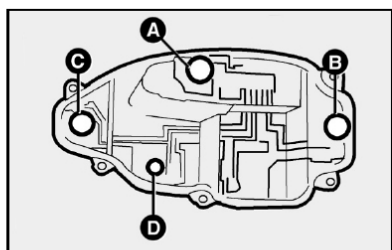

fig. 25
4) remover as lâmpadas empurrando-as levemente e girando-as no sentido horário **fig. 25**.
De 12V-21W para as luzes dos freios **C-fig. 25**.
De 12V-21W para as luzes de marcha a ré **B-fig. 25**.
De 12V-R5W para as luzes de posição **D-fig. 25**.
De 12V-21W para os indicadores de direção **A-fig. 25**.